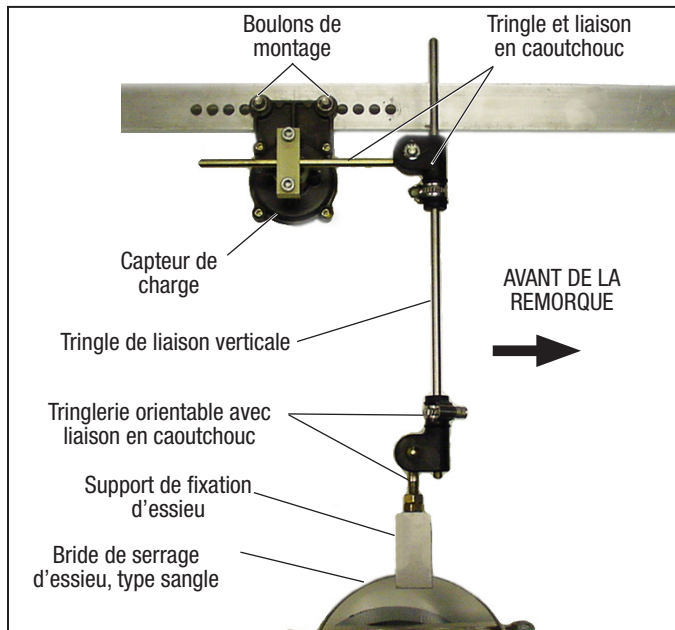

Figure 3 – Montage classique d'un capteur de charge externe
- **Capteur de charge externe** : Pour les systèmes de suspension à ressort, un capteur de flexion du ressort électrique externe est installé – généralement aussi près que possible (± 5 po/12,7 cm) du centre d'un essieu avec liaison fixée au centre de l'essieu (mais *NE DOIT PAS* être installé sur un essieu relevable), *Voir la figure 3*. Les véhicules équipés d'un capteur de charge mécanique disposent de l'orifice (P42) utilisé pour détecter le système de suspension pneumatique branché.
- **Capteur de charge** : *Voir figure 3*. Si la remorque est équipée d'un capteur électrique externe de flexion de ressort, une liaison est fixée sur un essieu (pas à un essieu relevable) – à cinq (5) po (12,7 cm) maximum du centre de l'essieu – reliée à un capteur de charge attaché au châssis du véhicule. La sortie de ce capteur est un signal électrique proportionnel à la flexion du ressort. La connexion à l'ECU se fait par le biais du connecteur auxiliaire à 12 broches ou 2.4.